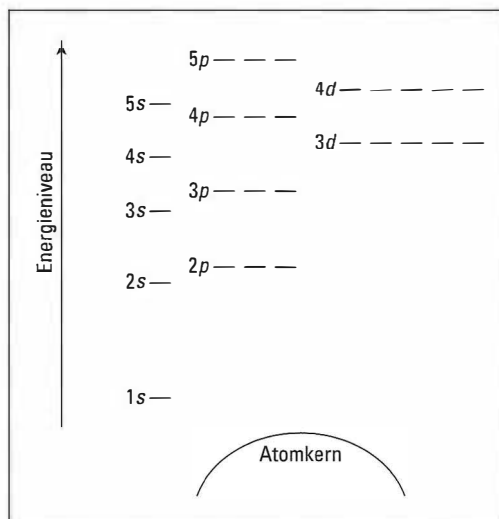

Abbildung 3.5: Diagramm der Energieniveaus
Abbildung 3.5 zeigt ein leeres Energieniveaudiagramm, mit dem Sie Elektronen für jedes spezielle Atom beschreiben können. Sie sehen zwar nicht die bekannten Orbitale und Unterschalen. Aber mit diesem Diagramm sollten Sie in der Lage sein, alles zu tun, was Ihnen als Chemiker so einfällt. (Wenn Sie keine Ahnung haben, was Orbitale, Unterschalen oder all jene Zahlen und Buchstaben mit dem Preis von Bohnen zu tun haben, schauen Sie doch mal in das »quantenmechanische Modell« weiter vorne in diesem Kapitel. Macht Spaß, sag ich Ihnen.)
- ✓ Wenn es mehr als eine Unterschale in einem speziellen Energieniveau wie 3p oder 4d gibt, besetzt nur ein Elektron die jeweilige Unterschale (siehe Abbildung 3.5), bis jede Unterschale mit einem Elektron besetzt ist. Dann erst beginnen Elektronen, in jeder Unterschale Paare zu bilden. Diese Regel heißt auch *Hund'sche Regel*.